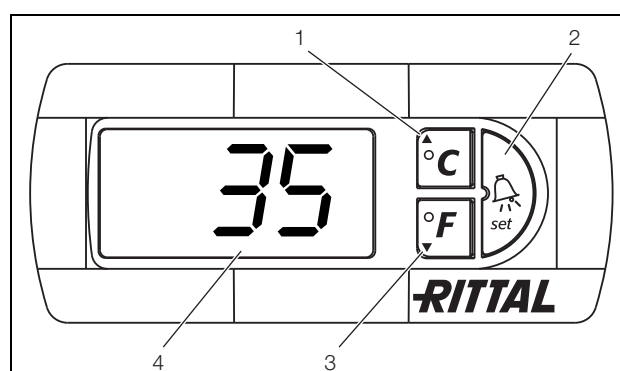

Fig. 30 : régulateur e-confort
Le climatiseur fonctionne automatiquement : dès que l'appareil est branché, le ventilateur de l'évaporateur (voir fig. 3) se met en marche et brasse l'air à l'intérieur de l'armoire électrique. Le régulateur e-confort assure la régulation du compresseur et du ventilateur du condenseur. Le régulateur e-confort dispose d'un affichage à 7 segments (fig. 30, n° 4). Après la mise sous tension, il commence par afficher la version actuelle du logiciel pendant env. 2 secondes ainsi que le mode « Eco » activé, puis l'option pré-réglée (p. ex. t10) ou la température.
La programmation de l'appareil se fait à l'aide des touches 1 – 3 (fig. 30). Les paramètres correspondants sont également visualisés sur l'afficheur.
- Appuyer simultanément sur les touches 1 et 2 (fig. 30) pendant au moins 5 secondes.
Les touches 1, 2 et 3 (fig. 30) vous permettent de modifier 24 paramètres à l'intérieur des plages définies (valeurs limites minimales et maximales).